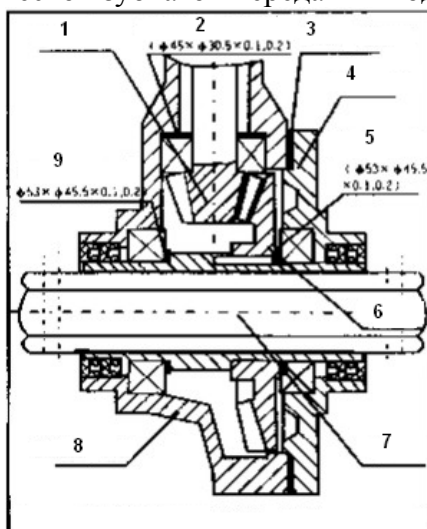

Рисунок 8. Структурная схема конической зубчатой передачи в ходовой части
2. Регулировка зазора конической зубчатой передачи в ходовой части (см. рисунок 8)